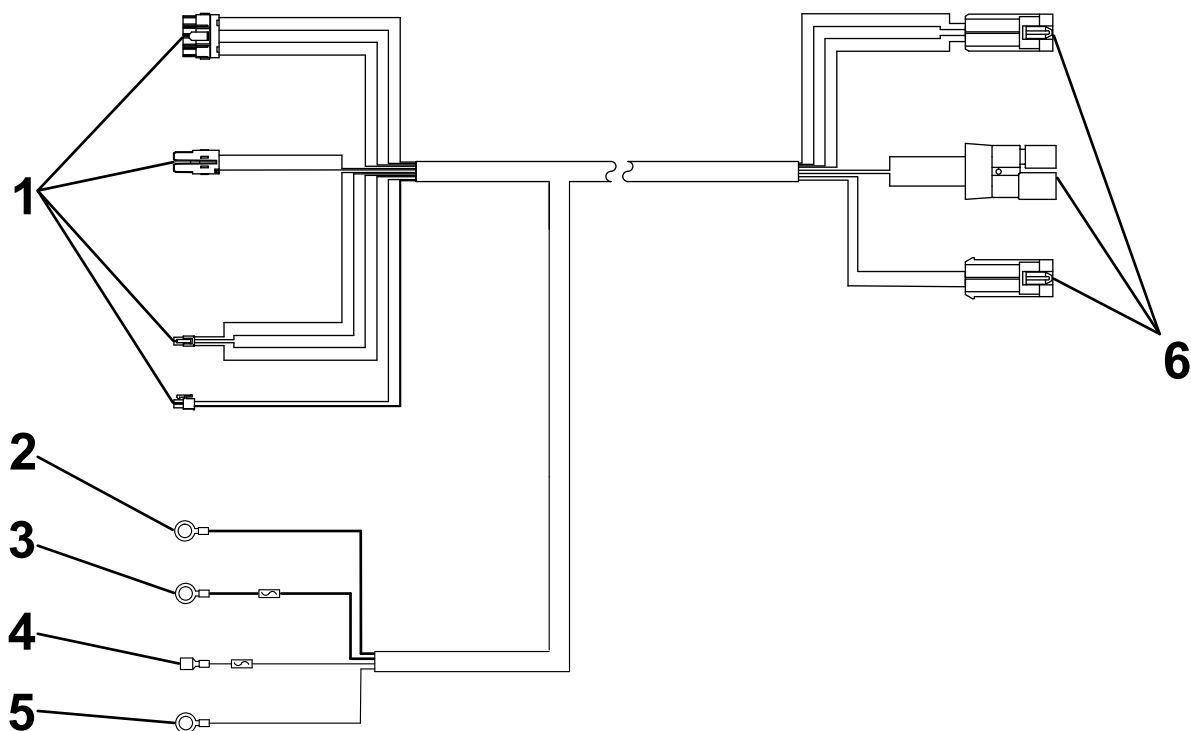

图 3
1. 用扎带将车辆线束的撒布机接头端图 3 固定至车辆后缓冲器的中心。
4. 将发动机舱内的黑色环形接头连接到负极-电池端子图 3。
5. 将发动机舱内的红色环形接头连接到正极+电池端子图 3。
6. 将扁平接头连接至车辆点火开关电源图 3。
7. 将接地电缆连接到电池负极 (-) 接线柱或底盘接地图 3。